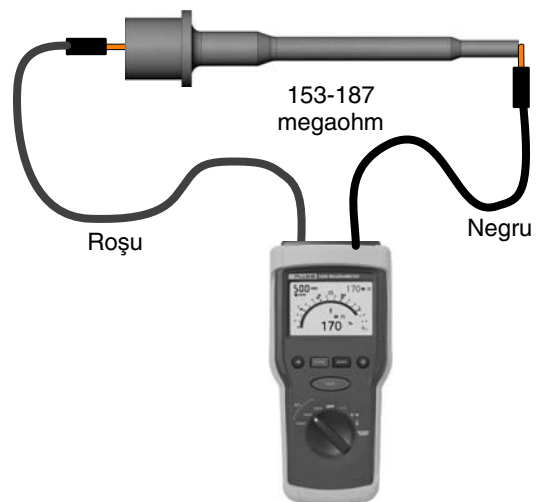

Figura 14 Test de rezistență a rezistorului
2. A se vedea Figura 14. Conectați sondele megaohmmetrului la arcul rezistorului și arcul electrodului.